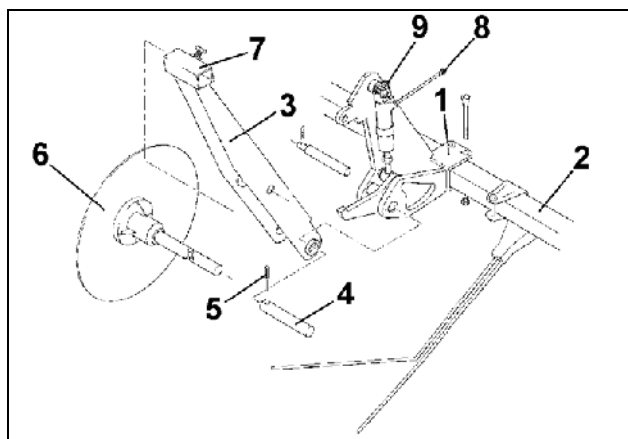

Fig. 33
- se fixează doi suportți de atașare (Fig. 33/1) pe grapa Exakt
- suporturile discurilor marcatoare (Fig. 33/3) (Fig. 33/4) (Fig. 33/5) se fixează și se asigură cu bolțuri și știfturi de prindere
- discurile de marcarea (Fig. 33/6) se introduc în suportul discurilor (Fig. 33/3) și se fixează cu șuruburi hexagonale (Fig. 33/7)
- furtunurile hidraulice (Fig. 33/8) se conectează la cei doi cilindri hidraulici (Fig. 33/9) și apoi, împreună cu cilindrul hidraulic al vanelor glisante din capul de distribuție, se conectează la supapa electro-hidraulică